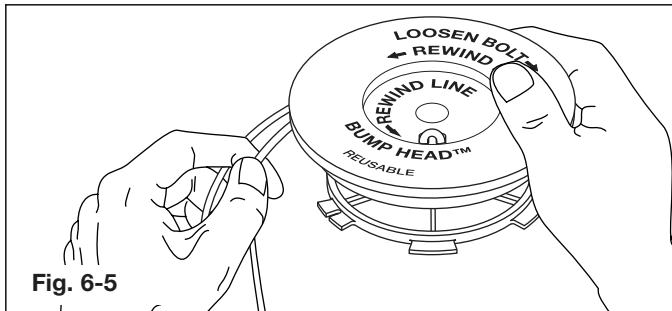

Fig. 6-5
7. Bobine las líneas en capas parejas y ajustadas sobre el carrete (Fig. 6-5). Bobine la línea en la dirección indicada en el carrete interior. Coloque su dedo índice entre las dos líneas para evitar que se superpongan. No superponga los extremos de la línea. Proceda al paso 11.